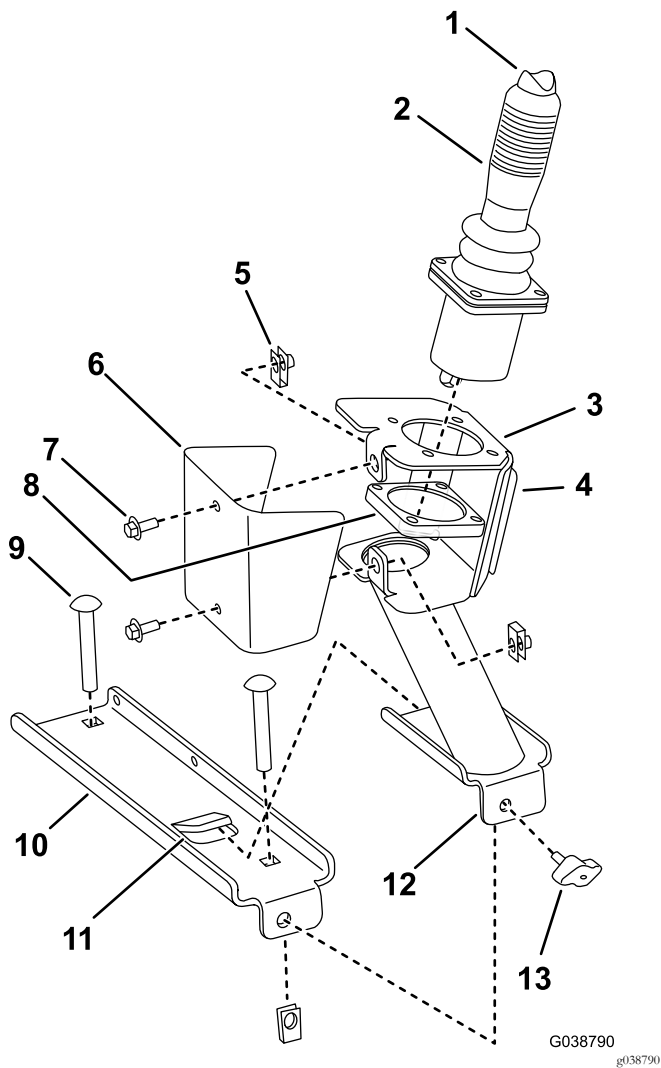

Figura 4
1. Ensamble el joystick (Figura 4).
5. Aplique la pegatina al alojamiento del joystick (Figura 4).